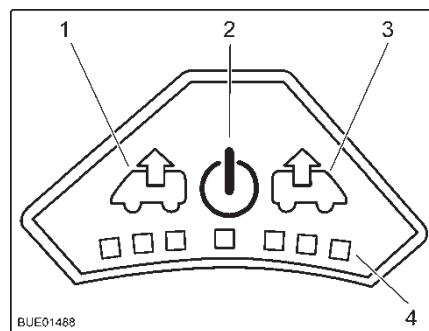

Fig. 86 Quadro comandi del ventilatore
- Premere il tasto On/Off (Fig. 86,2). Il ventilatore funziona in modalità comfort (sfiato al numero di giri minimi del ventilatore).
- Per aumentare il numero di giri del ventilatore: Premere il tasto Sfiato (Fig. 86,1). Il numero di giri del ventilatore aumenta di uno stadio in direzione sfiato. I LED (Fig. 86,4) indicano gli stadi di commutazione.
- Per ridurre il numero di giri del ventilatore: Premere il tasto Aerazione (Fig. 86,3). Il numero di giri del ventilatore si riduce di uno stadio.
- Per aumentare il numero di giri del ventilatore: Premere il tasto Aerazione (Fig. 86,3). Il numero di giri del ventilatore aumenta di uno stadio in direzione aerazione. I LED (Fig. 86,4) indicano gli stadi di commutazione.
- Per ridurre il numero di giri del ventilatore: Premere il tasto Sfiato (Fig. 86,1). Il numero di giri del ventilatore si riduce di uno stadio.
- Premere il tasto On/Off (Fig. 86,2). Il ventilatore si ferma, i LED si spengono.